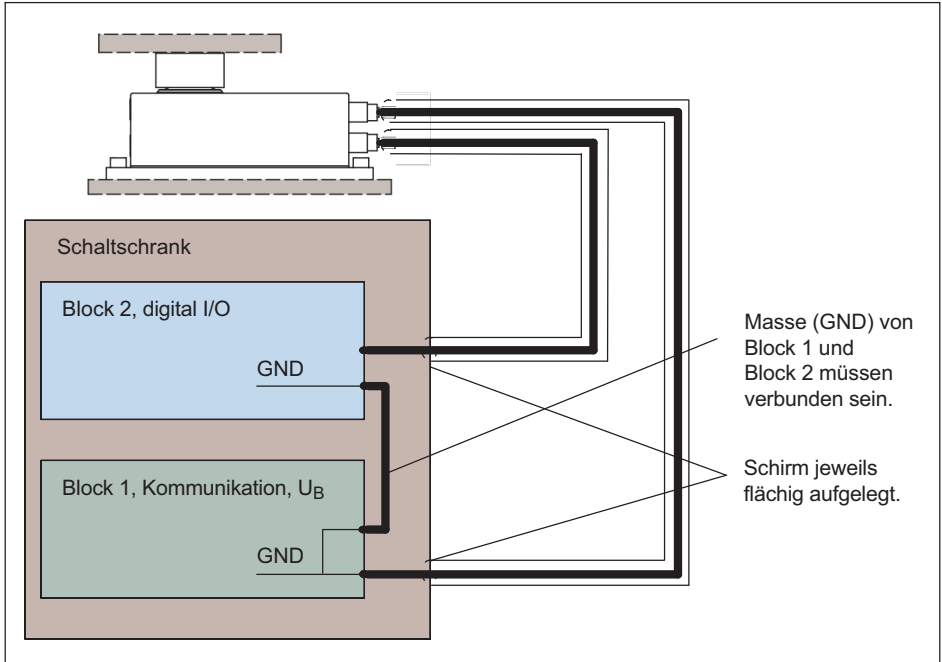

Abb. 7.3 Verbindung der GND-Potenziale bei Montage innerhalb eines Schaltschranks
2. Beide Funktionsblöcke befinden sich innerhalb eines Schaltschranks (Abb. 7.3).
Stellen Sie bei einer Montage aller Funktionsblöcke innerhalb eines Schaltschranks (Abb. 7.3 auf Seite 20) sicher, dass die GND-Potenziale der beiden Blöcke verbunden sind.